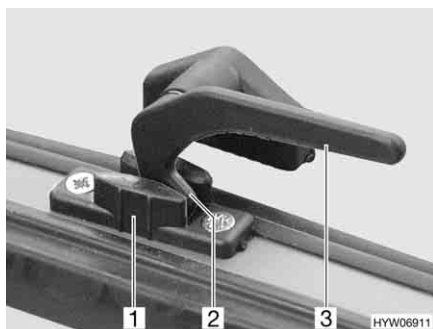

Fig. 49 Levier de verrouillage en position "Aération permanente"
- En position "Aération permanente" (Fig. 49)
- Tourner le levier de verrouillage (Fig. 49,3) d'un quart de tour vers le centre de la fenêtre.
- Remettre le levier de verrouillage en position initiale. Le tenon de verrouillage (Fig. 49,2) doit pénétrer alors dans le logement prévu à cet effet dans le verrouillage de fenêtre (Fig. 49,1).